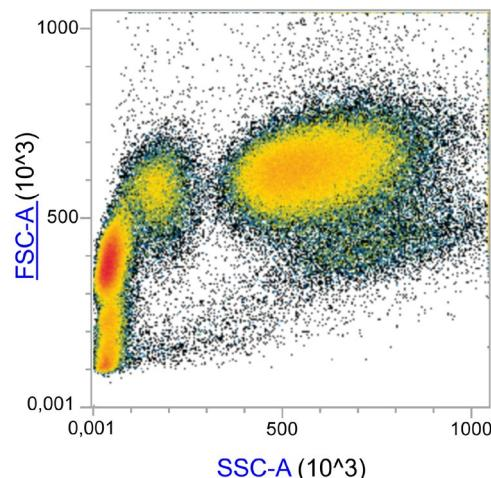

Figure 1 : Trois populations distinctes (lymphocytes, monocytes et granulocytes) sur un histogramme FSC/SSC.
1. Créer l'histogramme 1 de la prodiffusion (FSC) en fonction de la diffusion latérale (SSC) pour acquérir la totalité de la population de leucocytes comme indiqué sur la Figure 1. Pendant l'acquisition des échantillons, vérifier que la population des leucocytes est séparée en trois populations distinctes (lymphocytes, monocytes et granulocytes) sur l'histogramme de FSC/SSC. Ajuster l'amplification (gain) des signaux de FSC et de SSC pour obtenir une distribution comme indiqué sur la Figure 1. Consulter les manuels des cytomètres en flux pour plus d'instructions.
Populations de leucocytes : en règle générale, trois populations de leucocytes distinctes, les lymphocytes, les monocytes et les granulocytes, doivent apparaître sur le graphique de FSC/SSC (voir la Figure 1). Leur présence peut être considérée comme un critère de qualité de l'échantillon sanguin (délai entre le prélèvement de l'échantillon et l'exécution du dosage, conditions de stockage). Les résultats des tests ne peuvent pas être évalués si moins de 300 basophiles ont été acquis.